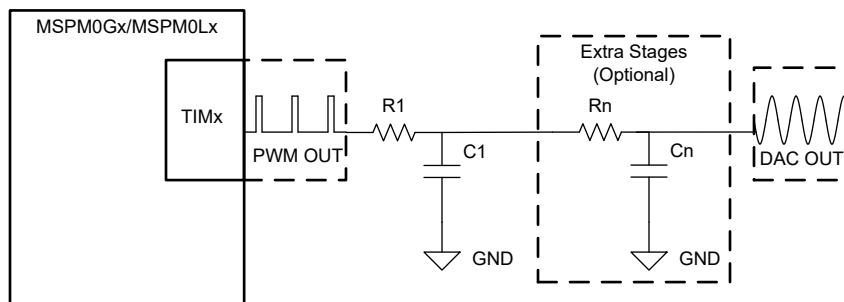

图 87. 子系统功能方框图
**PWM DAC 子系统示例**说明如何使用 MSPM0 计时器，并演示通过一个简单的 RC 滤波器来创建 PWM DAC。示例软件创建一个 PWM 频率为 31250Hz 的 10 位 DAC。PWM 信号的占空比持续更新，以在滤波器输出端创建正弦波形。虽然 MSPM0Gx50x 器件包含一个 12 位 DAC，内部比较器包含可通过 OPA 进行缓冲的 8 位基准 DAC，但 PWM DAC 允许在缺少这些外设的器件上生成模拟输出电压，或在需要时为额外的 DAC 输出生成模拟输出电压。**图 87** 显示了单个 PWM DAC 的方框图。